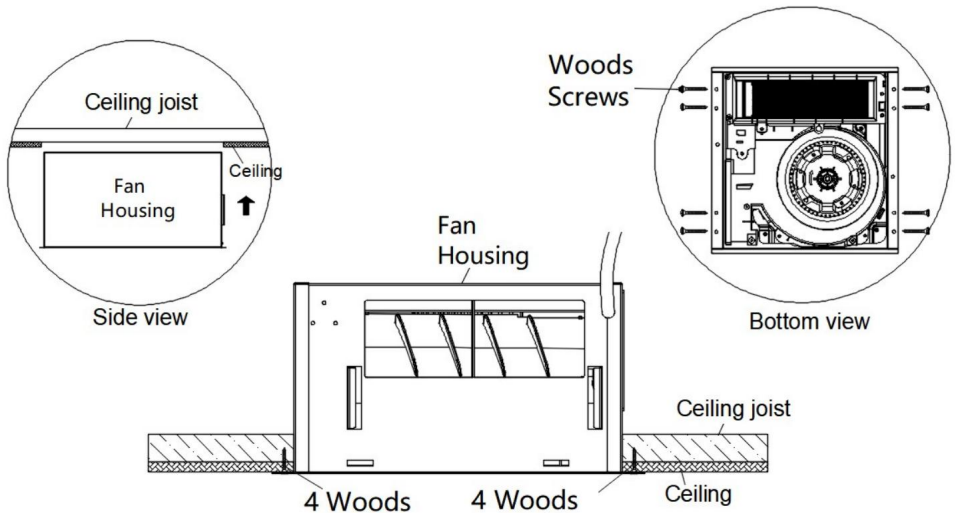

Fig.4.
5. Skjut in fläkthuset i takhålet och fäst det med 8 träskruvar (låsta genom två lager tak). (Se bild 4.)